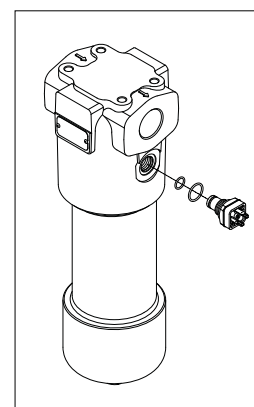

fig. 31
- (Fig. 31) Sostituire gli O-ring del corpo indicatore.